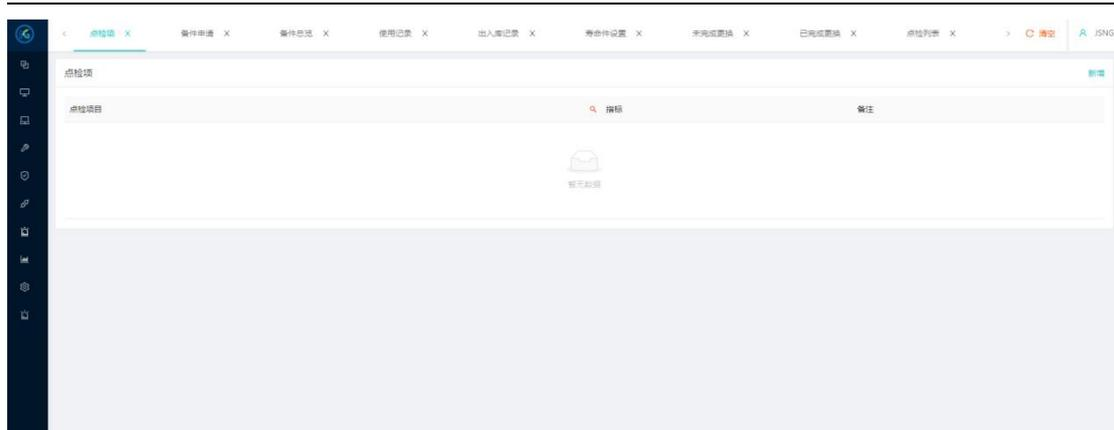

图 14.3 点检项列表界面
- (1) 点击“点检管理”下拉菜单中的“点检项”，系统弹出点检列表界面，供用户查看点检项，如图 14.3 所示。